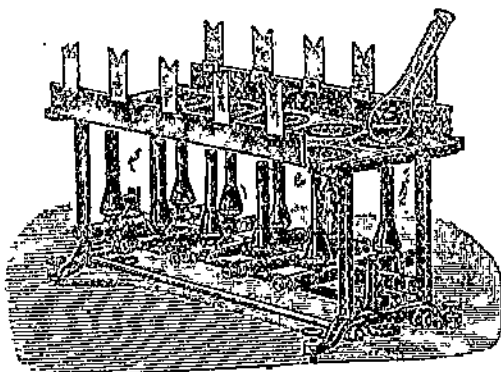

Рис. 73. Сожжение по Кьельдалю.
1. В предварительно взвешенную пробирку помещают от 0,3 до 1 г вещества с таким расчетом, чтобы в нем содержалось 20—40 мг азота. Взяв пробирку с веществом за доннышко левой рукой и, держа ее вертикально, вводят ее возможно глубже в колбу Кьельдаля (рис. 73), которую держат правой рукой отверстием вниз. Не выпуская пробирки из руки, переворачивают пробирку и, колбу так, чтобы содержимое пробирки попало на дно колбы, не пристав к ее стенкам. Ввешивают пробирку с остатком вещества и по разности определяют навеску.
Прилив в колбу 10 см³ чистой серной кислоты и прибавив одну каплю ртути, помещают колбу в наклонном положении на особую подставку, в асбестовом дне которой сделаны круглые отверстия с таким расчетом, чтобы пламя нагревало только заполненную часть колбы (рис. 73). Колбу сверху прикрывают легкой стеклянной пробкой в виде поплавка. Нагревать вначале надо очень осторожно,